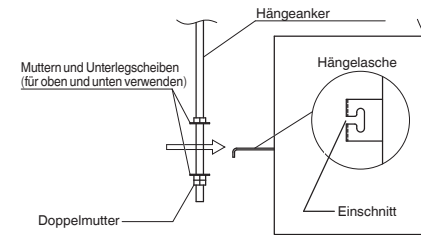

Abb. 3-39
- (3) Die drei Sechskantmutter und die beiden Unterlegscheiben (im Fachhandel erhältlich) auf jeden der vier Hängeanker schrauben. (Abb. 3-39 und 3-40) Je eine Mutter und eine Unterlegscheibe für die obere Seite, und zwei Muttern und eine Unterlegscheibe für die untere Seite verwenden, damit die Einheit nicht von den Hängevorsprüngen abrutschen kann.